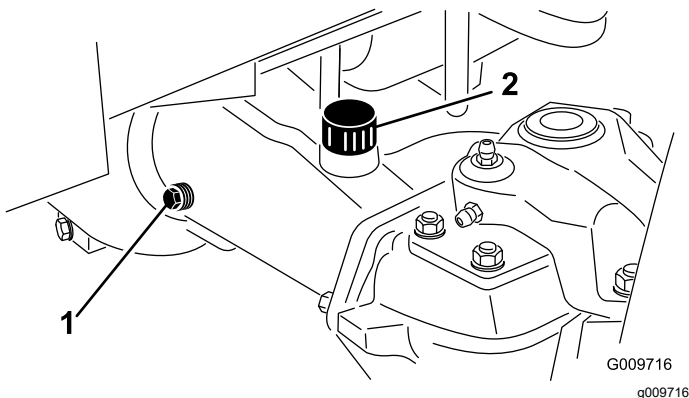

図 66
2. アクスルの一方の端部から点検用プラグを抜き、穴の高さまで潤滑油があることを確認する 図 66。